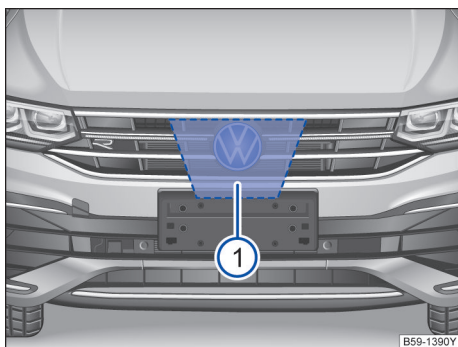

图 145 VW 标志后方的散热器格栅内：雷达传感器
①
为探测交通情况，VW 标志后方的散热器格栅内安装有一个雷达传感器→图 145 ①。因此可识别最远约 100 m 的前车。
雷达传感器前方和四周的区域→图 145 不得被贴签、附加大灯、牌照装饰框或其他类似物体遮盖，因为这样做可能会影响车前测距监控系统的功能。